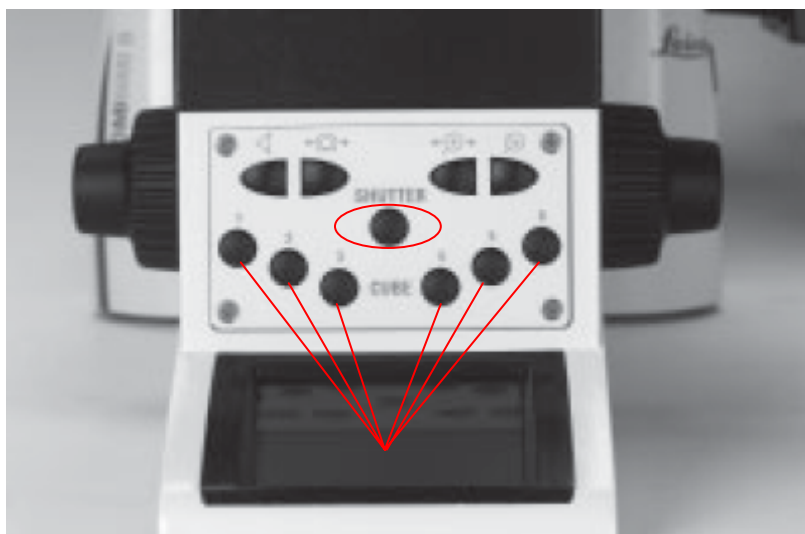

图 2-4 显微镜前面板 (红线所示为荧光滤块选择按钮，红色椭圆所示为荧光光闸按钮)
3. 按“TL/IL”功能键转换至荧光观察方法，通过显微镜前面板的按钮选择合适的荧光滤块，进行样品的荧光观察。如图 2-4。
4. 观察完毕后，按显微镜前面板上的“SHUTTER”键以保护样品。如图 2-4。